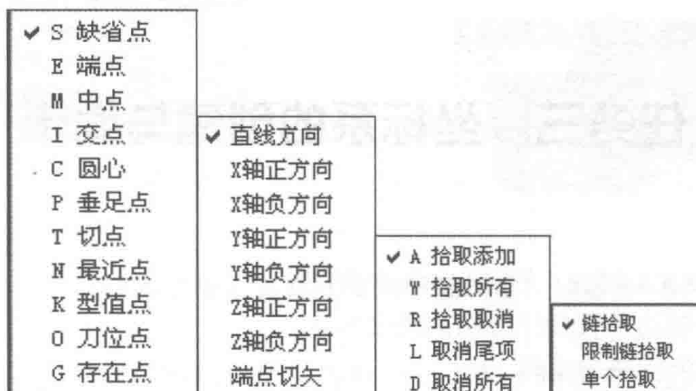

图 1-1 空格键弹出的菜单
(1) 当系统要求输入点时, 按空格键弹出“点工具”菜单, 显示点的类型。
(2) 有些操作(如作扫描面)中需要选择方向, 这时按空格键, 弹出“矢量工具”菜单。
(3) 在有些操作(如进行曲线组合等)中, 要拾取元素时, 按空格键, 可以进行拾取方式的选择。如图 1-1 所示。